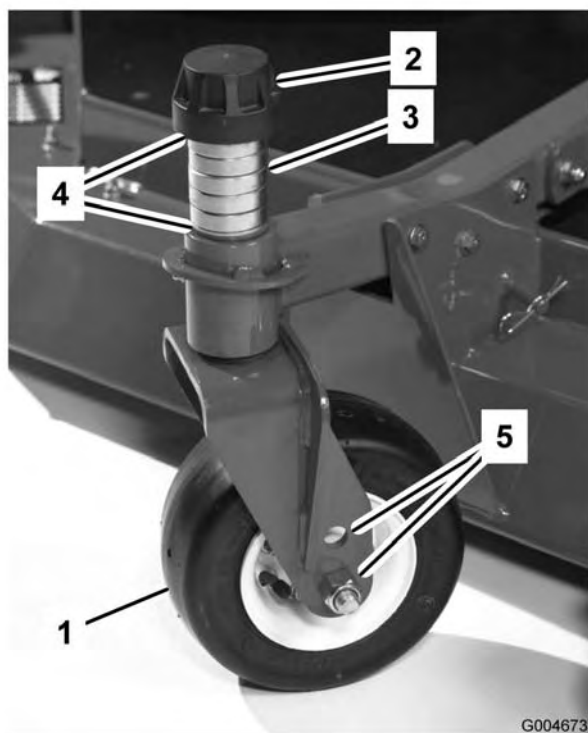

Figura 14
3. Retire el casquillo tensor del eje (Figura 14) y deslice el eje fuera del brazo de la rueda giratoria. Coloque los dos suplementos (3 mm) en el eje de la misma forma que en la instalación original. Estos suplementos son necesarios para obtener el mismo nivel en toda la anchura de las unidades de corte. Coloque el número adecuado de espaciadores de 1,25 cm (consulte la tabla siguiente) en el eje para conseguir la altura de corte deseada, luego coloque la arandela en el eje.